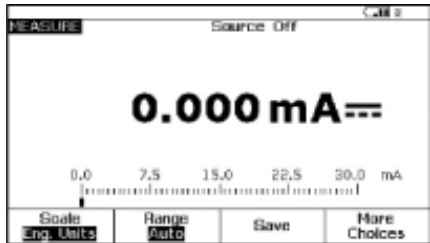

图 2.
3. 完成连接后，从 DPC 的上电状态 (或测量屏幕) 开始，选择 “mA” 按钮，测量毫安 (图 2)。